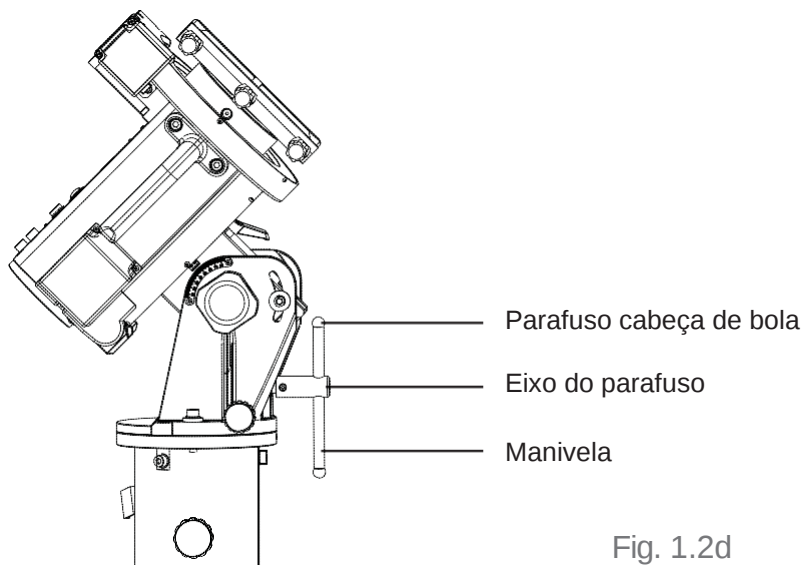

Fig. 1.2d
6. Deslize a manivela do parafuso no furo na extremidade do eixo do parafuso. Coloque os dois parafusos de cabeça bola na manivela. (Fig. 1.2d)